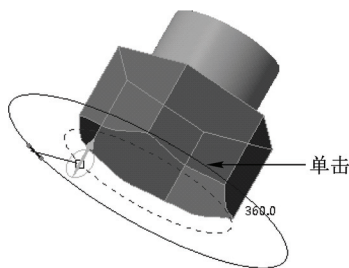

图 10-16 单击鼠标左键
STEP 02 在功能区选项板的“模型”选项卡中, 单击“形状”面板中的“旋转”按钮, 打开“旋转”选项卡, 单击“曲面”按钮, 在模型树中选择“草绘 1”选项, 单击“移除材料”按钮, 并在模型的上方单击鼠标左键, 如图 10-16 所示。